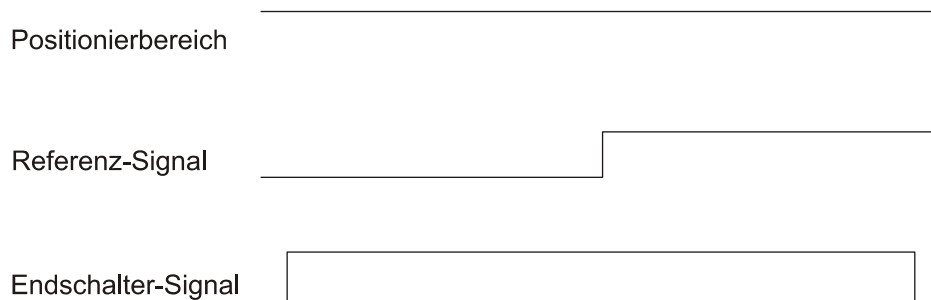

Abb. 59: Zustand der Referenz- und Endschalter-Signale
- Ein Signal für den Referenzschalter (siehe Abb. 59). Bei der Hälfte des Positionierbereichs ist das Signal low (0), bei der anderen Hälfte ist das Signal high (1).
- Ein Signal für den negativen und positiven Endschalter (siehe Abb. 59). Wenn einer der Endschalter aktiv ist, ist das Signal low (0); wenn keiner der Endschalter aktiv ist, ist das Signal high (1).